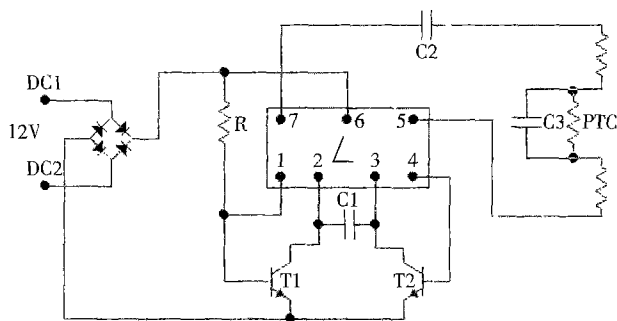

图 3 节能灯的工作原理
节能灯的电路如图 3 所示。
正弦波振荡电路。如图 3 中所示电感 L 的⑥脚为②、③两脚之间电感线圈的中间抽头，直接接在直流电源正端，即相当于交流接地，因此②、③两脚交流相位相反。电感②、③与电容 C1 构成正弦波振荡电路的选频网络，谐振频率  $f = 1/(2\pi\sqrt{LC})$ ；调节电感和电容的大小可以改变谐振频率，为了提高发光效率，改善光线对人眼的刺激作用，一般将节能灯的工作频率设置在 20~30kHz 之间。电感①、④构成振荡电路的反馈网络；在波形发生电路中，利用自激振荡，通常选择使用正反馈；由于线圈绕制方向的不同会影响同名端的变化，在实际操作中一定要注意；使用示波器有助于判断电路的正确性。晶体管 T1、T2 构成推挽式功率放大电路，有助于提高输出功率的大小。考虑正反馈电路产生正弦波振荡的条件，T1、T2 的  $\beta$  值不能太小，一般取值在 150 以上。线圈⑤、⑦与线圈②、③构成一升压变压器；变压器输出经 C2 滤波后直接给灯管。灯管选择高发光率的荧光灯管。